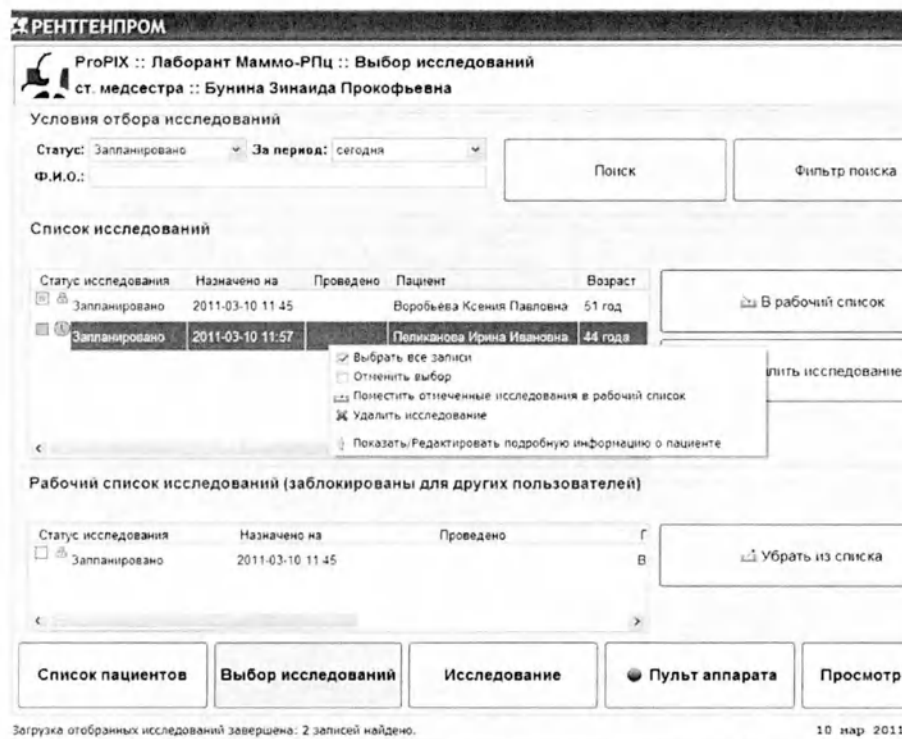

Рисунок 35 – Окно со списком запланированных исследований
- нажать кнопку «Выбор исследований» - на экран выйдет список запланированных регистратором (или лаборантом) исследований (рис.35);
Принять снимок. При проведении снимков всех назначенных проекций завершить исследование нажатием кнопки **«Завершить исследование»** (рис. 35 в Приложении **«Лаборант»**).